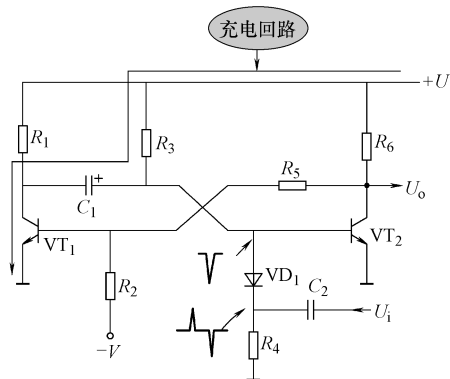

图 12-50 充电回路示意图
2) 暂稳态分析。电路进入暂稳态后，由于  $VT_1$  管饱和，构成了对电容  $C_1$  的充电回路，如图 12-50 所示是充电回路示意图，充电回路为  $+U \rightarrow R_3 \rightarrow C_1 \rightarrow VT_1$  管集电极  $\rightarrow VT_1$  管发射极  $\rightarrow$  地端。